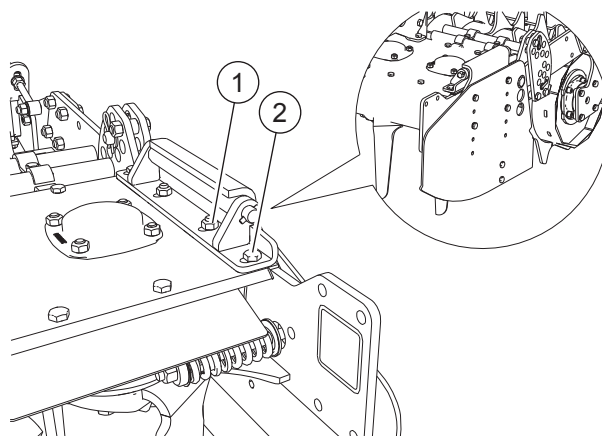

FIG. 17
- Svitare i bulloni (2, “Fig. 17”). Svitare i dadi (1). Rimuovere il gruppo.